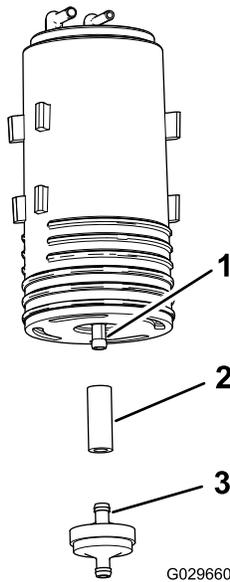

図 45
4. 外したカーボンキャニスタの下側のフィッティングからフィルタと短いホースを取り外す 図 45。
5. 新しいカーボンキャニスタの下側フィッティングに、ホースを接続する 図 45。
6. ホースに、新しいカーボンキャニスタのフィッティングを取り付ける 図 45。